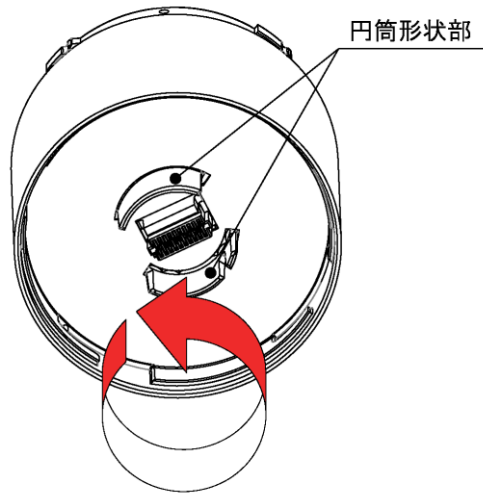

図.2
- ◇ LEDユニットが本製品にうまく取り付けられない場合は、LEDユニット上面の円筒形状部のリブが溝にはまっているか、ご確認ください。図1のようにリブが溝から外れている場合は図2を参照して取り付けてください。また、LEDユニットを本製品から取り外した際、取り外し方によっては図1のようにリブが溝から外れてしまう場合があります。この状態で再度取付けをおこなった場合、破損する恐れがあります。
- ・ 底面中央の円筒形状部を反時計回りに回してください。(図.2 参照)